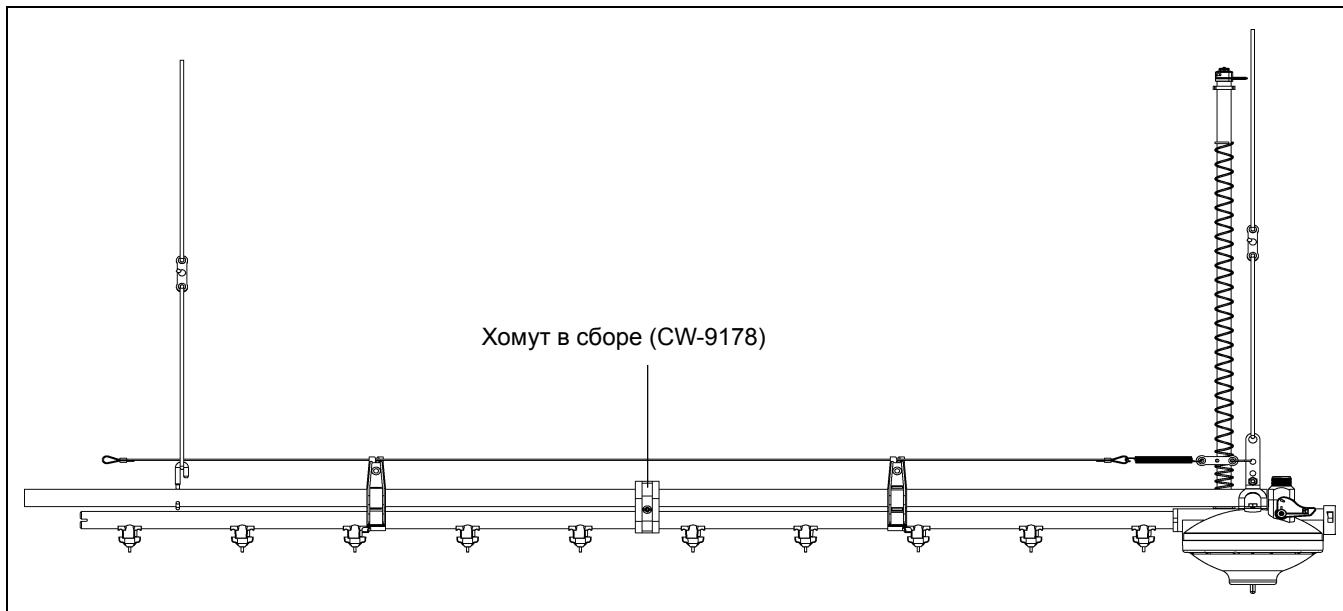

Рисунок 6G
**ВАЖНО:** Установите один хомут в сборе (CW-9178) в центре каждой секции водяной трубы. (*См. Рисунок 6G.*)